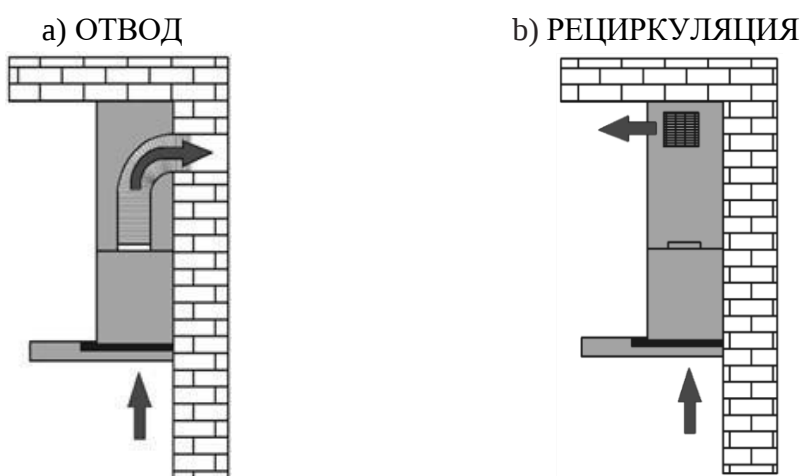

Рис. 4
1) Отвода (рис. 4а) – воздух удаляется из помещения через соединение вытяжки с вентиляционным каналом жестким пластиковым воздуховодом или гофрированным шлангом диаметром в 100 мм (с применением соответствующего переходника), или с помощью металлических труб, соединительных колен и вентиляционных решеток с квадратным сечением 90х90 мм. И, таким образом, все кухонные испарения, запахи, гарь и копоть, проходя через многоразовые алюминиевые жировулавливающие фильтры, выводятся за пределы помещения. При данном режиме работы нет необходимости устанавливать угольные фильтры. Режим отвода является наиболее эффективным, поскольку вытяжка удаляет все кухонные испарения за пределы кухни в вентиляционную шахту.
2) Рециркуляции (рис. 4б) – внутренняя циркуляция воздуха через угольные фильтры (рис. 3). Вытяжка в данном случае не подключается к вентиляционной шахте и, таким образом, воздух просто прогоняется через вытяжку внутри кухни.